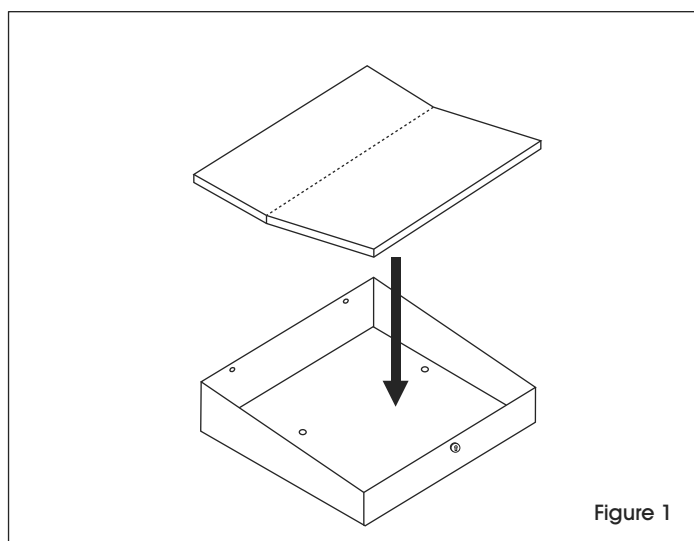

Figure 1
1. Placez le panneau supérieur sur le dessus du bureau. (Voir Figure 1)